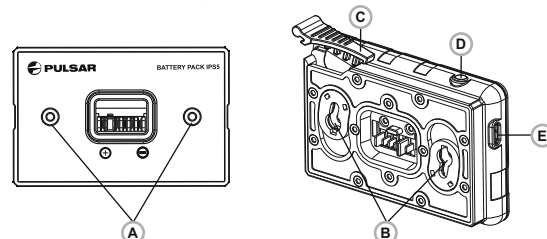

Fig. 3
- Instale el paquete de pilas en el cargador insertando las clavijas **(A)** de la pila en las ranuras **(B)** del cargador. El logotipo de Pulsar de la batería debería estar situado junto a la palanca. Encaje la palanca con un clic **(C)** (**Fig. 3**)
- Tras la instalación, un indicador **LED verde (D)** en el cargador se encenderá y empezará a parpadear: